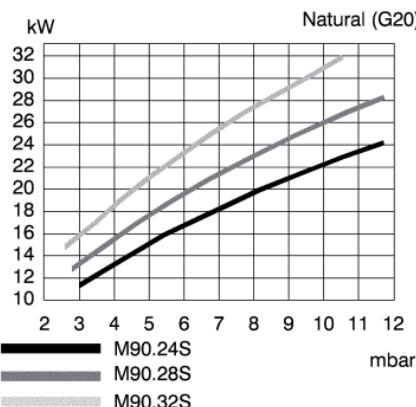
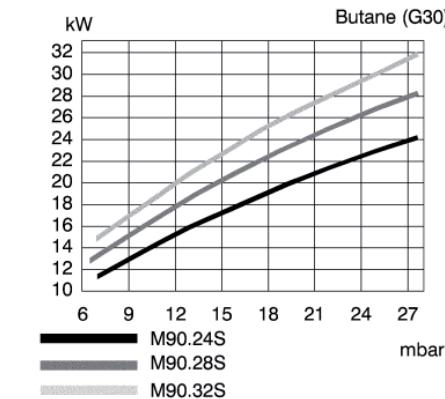
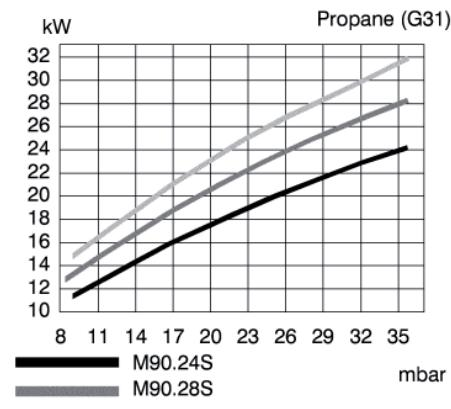

рисунок 7.9
рисунок 7.10
рисунок 7.11
- Для изменения настройки, повернуть рукоятку регулирования температуры ГВС в правильное положение (пример: на рисунке 7.8 рукоятка установлена на седьмую позицию, смотреть также таблицы в руководстве бойлера Глава Проверка настройки газа рисунок 7.9, рисунок 7.10, рисунок 7.11), при этом быстро мигает сигнальная лампа блокирования.